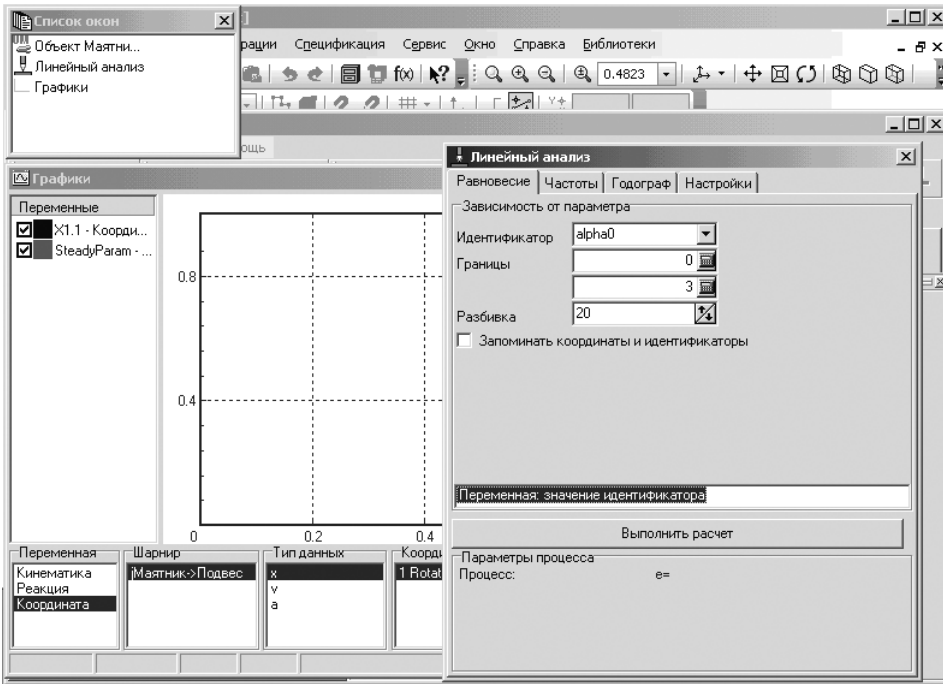

Рис. 1.57. Главное окно системы КОМПАС с открытой системой **Универсальный механизм**, диалоговым окном **Линейный анализ** и отдельным графическим окном
- нажмите левую клавишу мыши и, не отпуская ее, переместите указатель мыши на поле графического окна, где и отпустите клавишу, см. рис. 1.57.